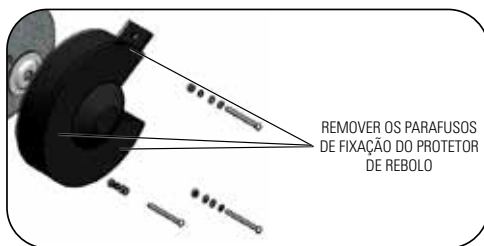

FIGURA 9.2
2. Remova as proteções do rebolo a ser substituído. Figura 9.2. Substitua imediatamente rebolos rachados ou danificados;